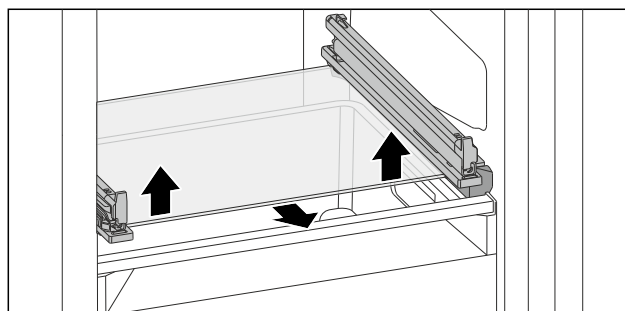

Fig. 177 Ripiano in vetro del cassetto ribaltabile
- Premere il ripiano in vetro dal basso verso l'alto su entrambi i lati. (vedere Fig. 177)